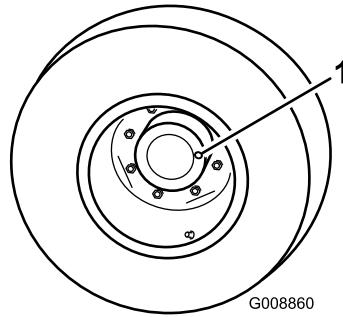
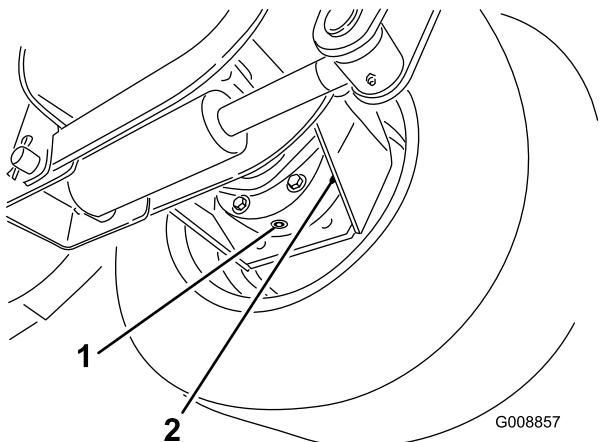

Figure 72
Figure 73
- Garez la machine sur une surface plane et horizontale, tournez la roue de manière que le bouchon de contrôle/vidange (Figure 72) se trouve à la position 3 heures ou 9 heures.
- Retirez le bouchon du train planétaire (Figure 72) et du carter de frein (Figure 73). L'huile pour engrenages devrait se trouver à 3 mm du bouchon de contrôle sur le carter de frein et le train planétaire.
3. Placez un bac de vidange sous le carter de frein de l'autre côté de la roue (Figure 73).